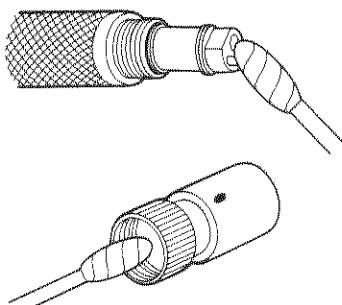

図4-9
- ・像が鮮明でないときは、10頁「**4-3 光学アダプターの取り付け、取りはずし**」の項を参照して、光学アダプターを取りはずし、スコープ先端のレンズ面(対物レンズおよびライトガイド)及び光学アダプター内面のレンズ面(対物レンズおよびライトガイド)が汚れてないかを点検します。汚れている場合は、きれいな柔らかいガーゼまたは綿棒で汚れをきれいに拭き取ります。(図4-9)